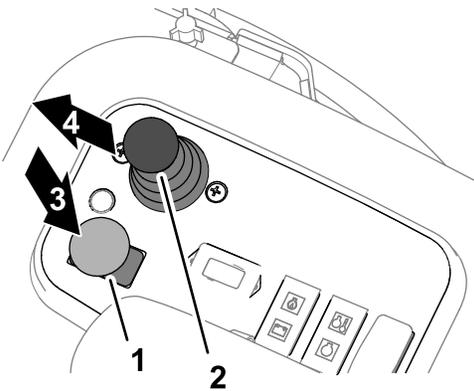

Figura 50
3. Ponga el interruptor de la transmisión de la unidad de corte en la posición de DESENGRANADA (Figura 50).
5. Mueva la palanca de control de bajar/segat/elear hacia delante (Figura 50).